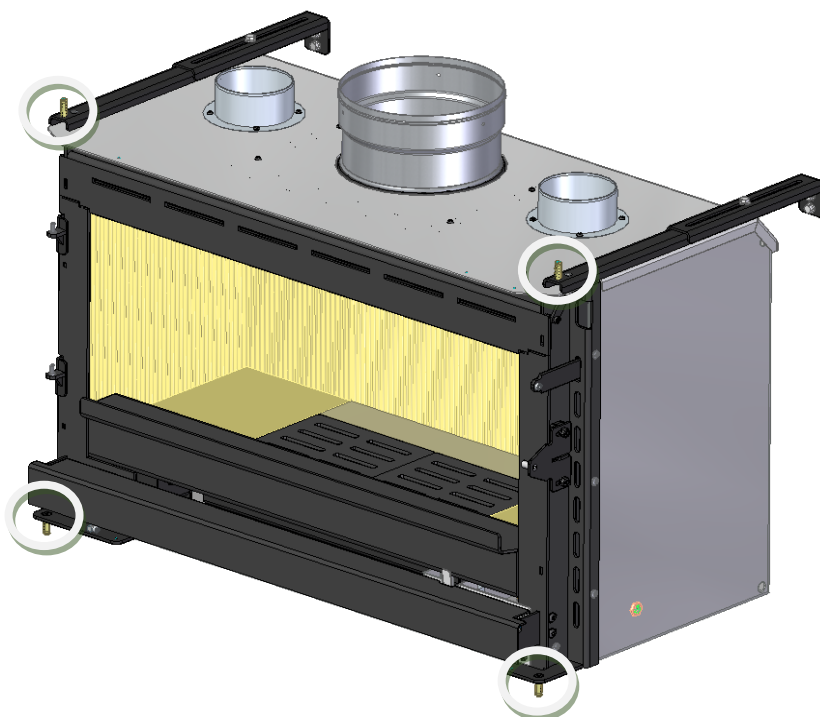

Figure 18 - Fixation de l'équipement à la maçonnerie
15. Si vous avez l'intention d'installer l'appareil dans une maçonnerie, vous devez utiliser les chevilles murales en laiton et les vis à tête fraisée fournies avec le kit de fixation de l'appareil, PA1090G053. Vous devez prendre les mesures correctes pour percer les trous dans la maçonnerie et fixer l'appareil aux endroits indiqués à la Figure 18.